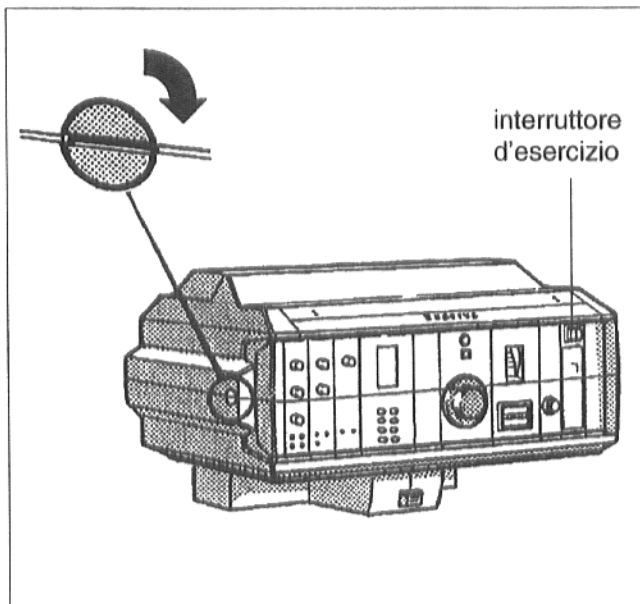
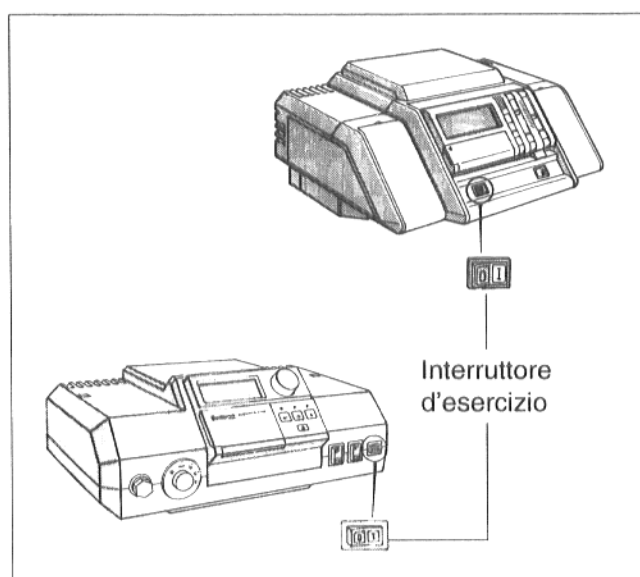

Fig. 35 HS 3220
Fig. 36: Sistemi di regolazione 2000 e 4000
Girare (ad esempio con una moneta) in posizione orizzontale l'intaglio della vite di fissaggio del coperchio trasparente dell'apparecchio di regolazione (Fig. 35). Estrarre il coperchio trasparente verso il davanti.
- Mettere l'interruttore di esercizio (Fig. 35 e Fig. 36) in posizione «0».